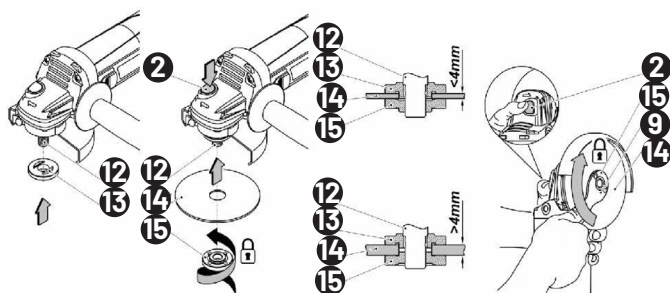

FIG.4
- Trykk og hold spindellåsen (2).
- Løsne klemmenøtten (15) med flensnøkkelen (9) (se fig. 4).
- Skru fast klemmenøtten (15) på spindelen (12) og stram med flensnøkkelen (9).